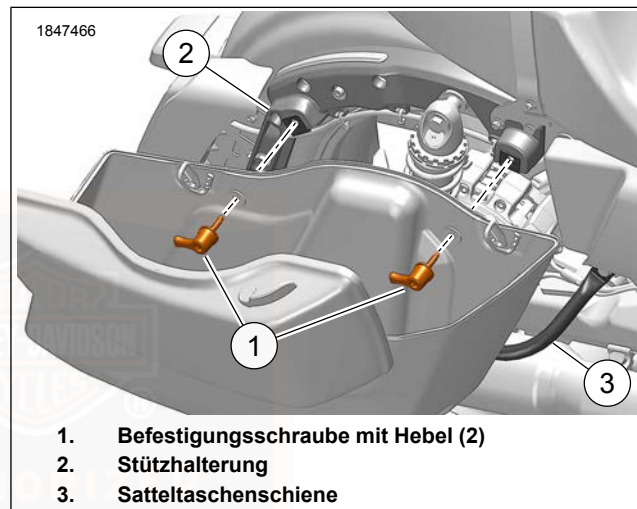

Abbildung 62. Ausbau/Einbau der Satteltasche
2. Siehe Abbildung 62. Die Hebel (1) der Befestigungsschrauben gegen den Uhrzeigersinn drehen, um die Befestigungsschrauben von der Stützhalterung zu entfernen.
1. Siehe Abbildung 62. Die Satteltasche behutsam in die Einbaustellung auf der Satteltaschenschiene (3) bringen. Die Befestigungstüllen an der Stützhalterung (2) ausrichten.
2. Siehe Abbildung 62. Die Befestigungsschrauben (1) durch die Tüllen in der Stützhalterung (2) einbauen. Die Hebel im Uhrzeigersinn drehen und die Befestigungsschrauben so anziehen, dass die Hebel wie dargestellt nach unten zwischen der 3-Uhr- und 9-Uhr-Stellung zeigen.